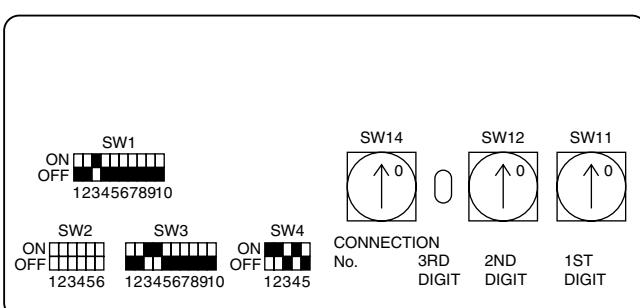

Fig. 4-4
- *1 Pase el cable de transmisión a tierra a través del terminal de tierra de la unidad exterior ④.
4.3. Configuración de las direcciones (Fig. 4-4)